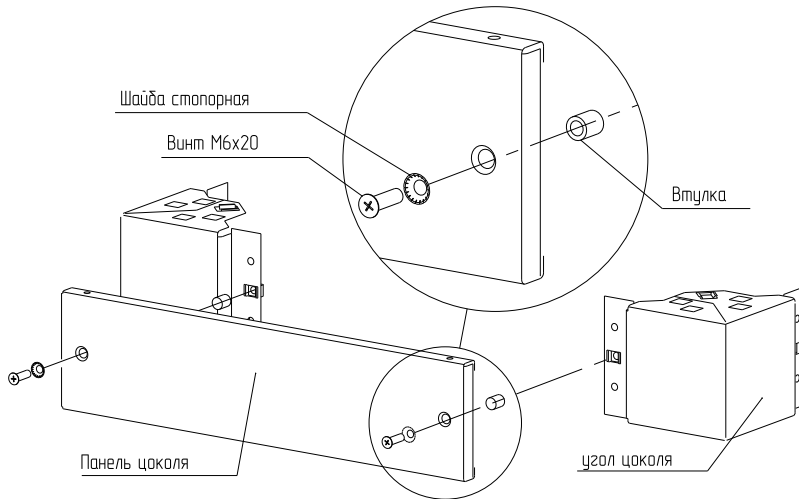

Рисунок 6
4.3.3 Вставьте в панель цоколя два винта M6×20 со стопорной шайбой и втулкой на каждом винте (рисунок 6) и закрепите панель цоколя на углах цоколя. Момент затяжки – 4 Н·м.